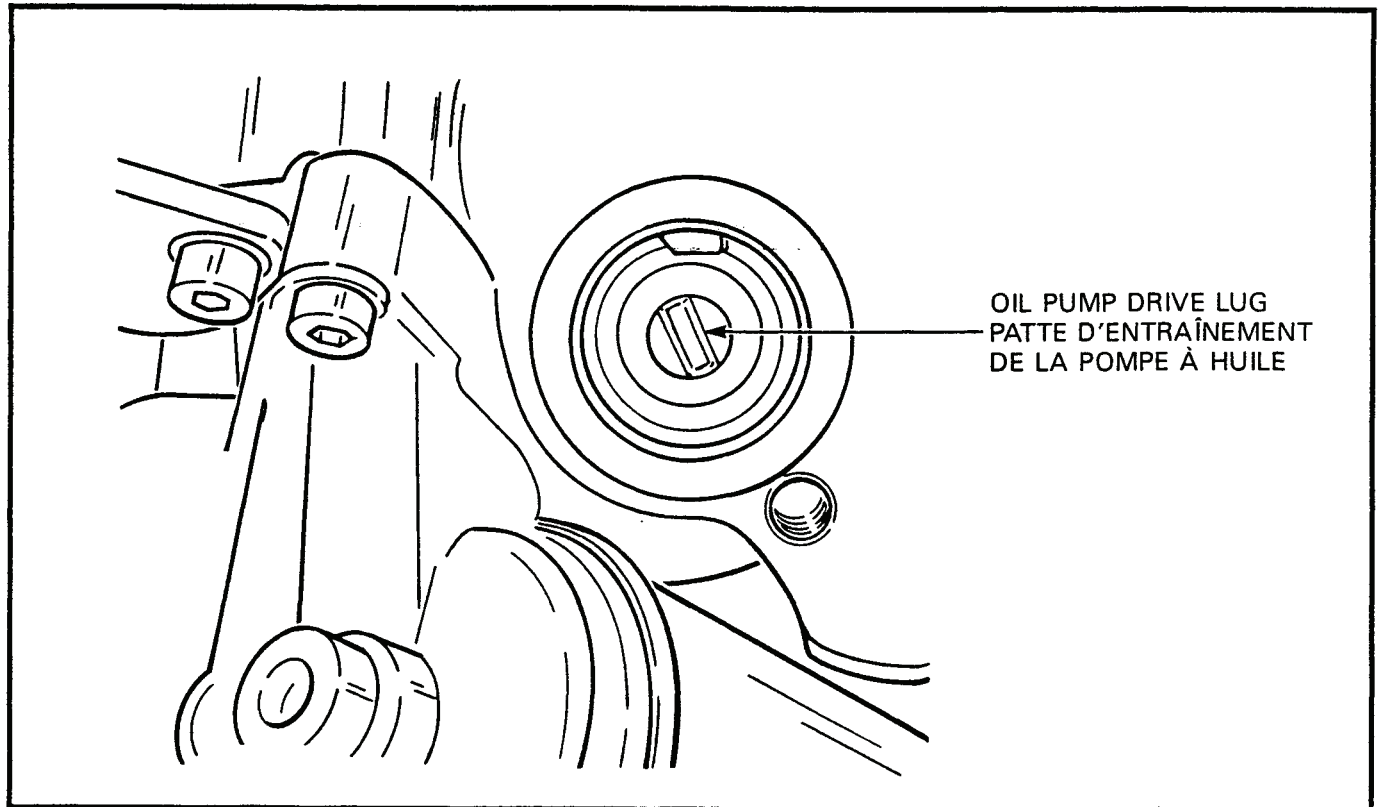

Figure 2-5-18 Oil Pump Drive Lug Alignment
f. Ensure that the oil pump drive lug is correctly aligned so that the lug will fit into the slot in the bottom of the distributor shaft when the distributor shaft is inserted into the engine block, see Figure 2-5-18.	f. S'assurer que la patte d'entraînement de la pompe à huile est alignée de façon à pénétrer dans la fente au bas de l'arbre du distributeur alors que celui-ci est inséré dans le bloc-cylindres, voir figure 2-5-18.